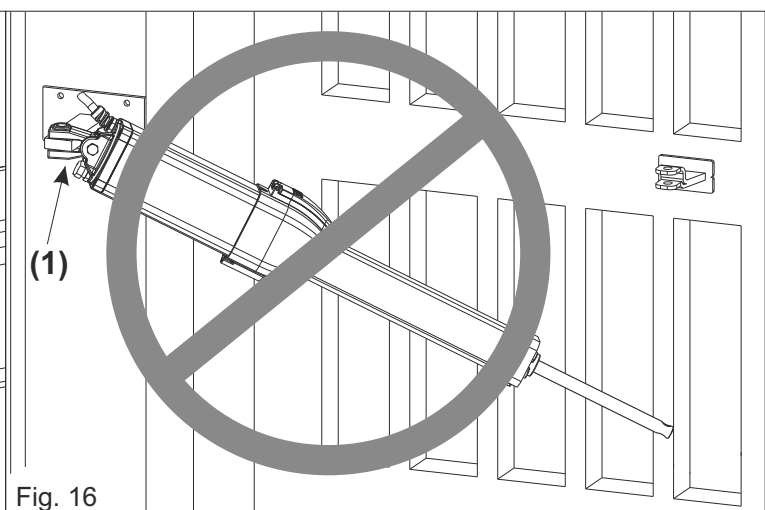

Fig. 16
***No incline el operador*** más allá del ángulo permitido por la horquilla oscilante (1), de lo contrario podría romperse (Fig.16)